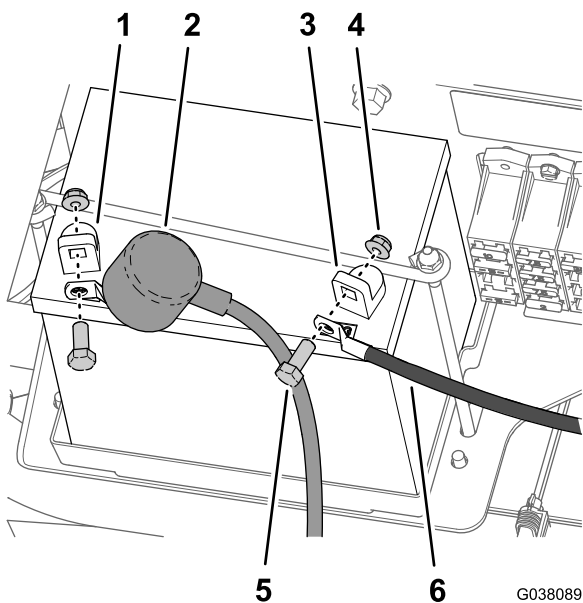

图4
6. 从电池电极上断开负极黑色——接地电线 图4。
7. 向后滑动绝缘盖从电池电极上断开正极红色接线图4。